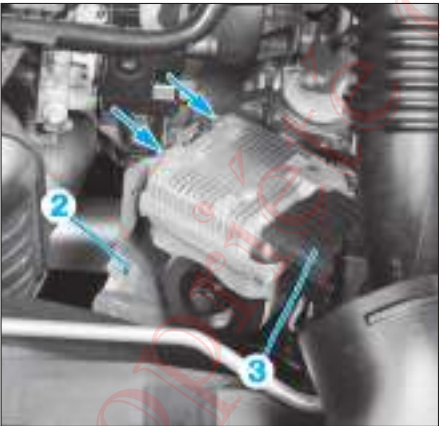

FIG. 14
- Déposer la vis (1) puis désaccoupler l'arbre de colonne de direction du boîtier de direction.
- Déposer les vis (flèches) de la protection thermique (2) puis la mettre de côté (Fig.14).